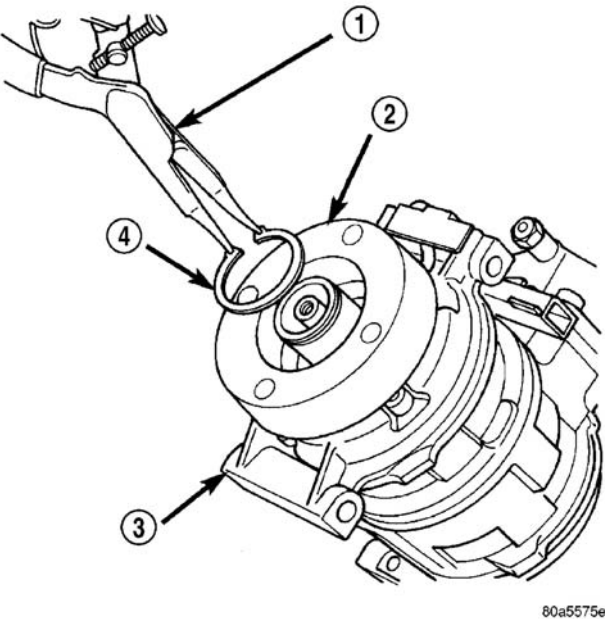

图 15 拆卸离合器线圈卡环
- （12）用卡环钳（专用工具 C—4574 或类似工具），卸下将离合器线圈紧固到压缩机壳体的前盖罩上的外部卡环，然后将离合器线圈从压缩机上滑下（图15）。